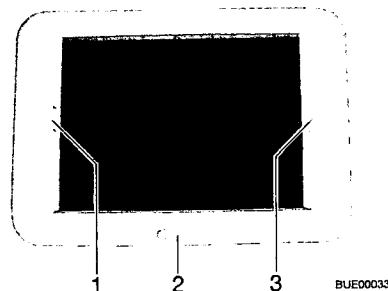

Bild 27 Kurbelhub-Dachhaube
- Öffnen:** ■ Die Handkurbel (Bild 27,2) drehen, bis Widerstand spürbar ist.
- Schließen:** ■ Die Faltverdunklung am Griff (Bild 27,3) ziehen und an der gewünschten Position loslassen. Die Faltverdunklung bleibt in dieser Position stehen.
- Schließen:** ■ Den Insektenschutz am Griff (Bild 27,1) zum gegenüberliegenden Griff der Faltverdunklung (Bild 27,3) ziehen und einrasten lassen.
- Öffnen:** ■ Den Griff des Insektenschutzes (Bild 27,1) hinten nach oben drücken und den Insektenschutz an der Faltverdunklung (Bild 27,3) aushängen.